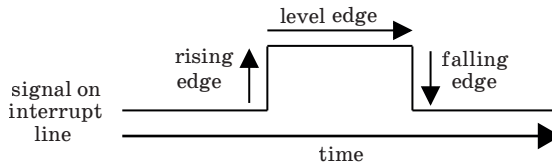

Рис. 4.3. Передний и задний фронты сигнала
- детектирование переднего и заднего фронтов сигналов (рис. 4.3) (NVIC умеет детектировать только передние фронты);